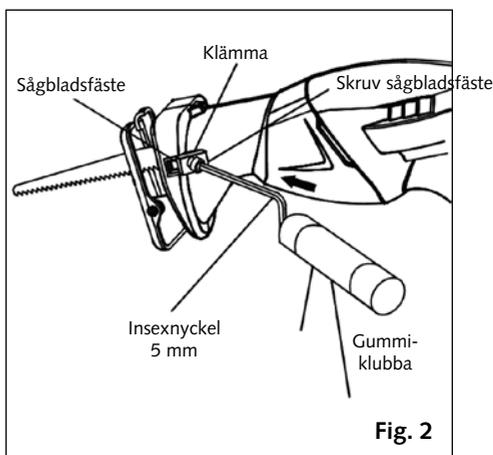

Fig. 2
**OBS:** Det kan hända att sågbladet fastnar i klämman. Om detta inträffar, lossa skruven till sågbladsfästet med insexnyckeln, knacka sedan lätt på änden av insexnyckeln med en gummiklubba. (Fig. 2)